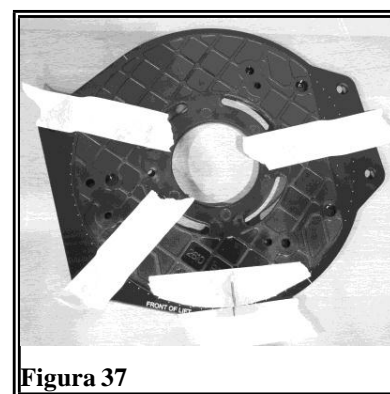

Figura 37
5. Fissare la piastra della fresatrice sulla piastra senza fori con del nastro di carta o degli strettoli (Figura 37).